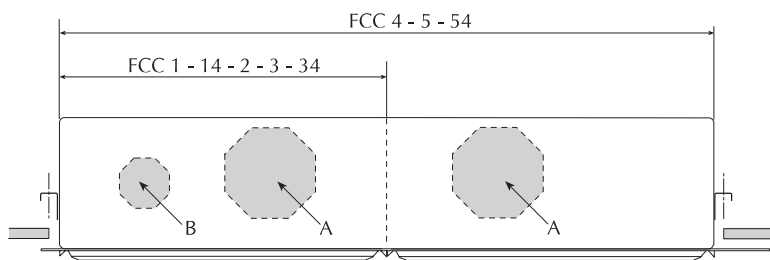

Fig. 1
Le aperture laterali consentono la realizzazione separata di un condotto di aspirazione aria esterna di rinnovo (B) e di mandata aria trattata verso un locale attiguo (A di fig. 1).
Side openings allow separate ductwork to be installed for outside air intake (B) and treated air discharge towards an adjacent room (A of fig. 1).